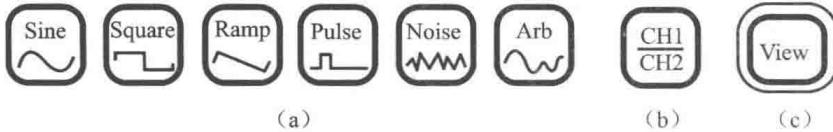

图 1.6 波形设置
(1) 波形设置:在操作面板左侧下方有一系列带有波形显示的按键,它们分别是正弦波、方波、锯齿波、脉冲波、噪声波、任意波,此外还有两个常用按键——通道选择和视图切换键。如图 1.6 所示。